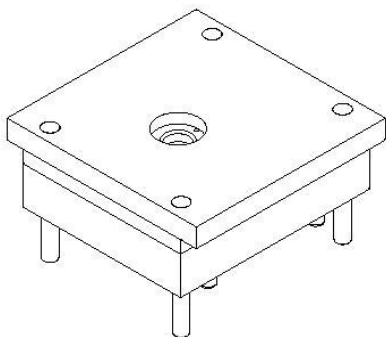

图7-124
5. 在菜单栏中选择【窗口】/【zzj-shanggai.prt】选项，此时设计区域如图 7-124 所示。